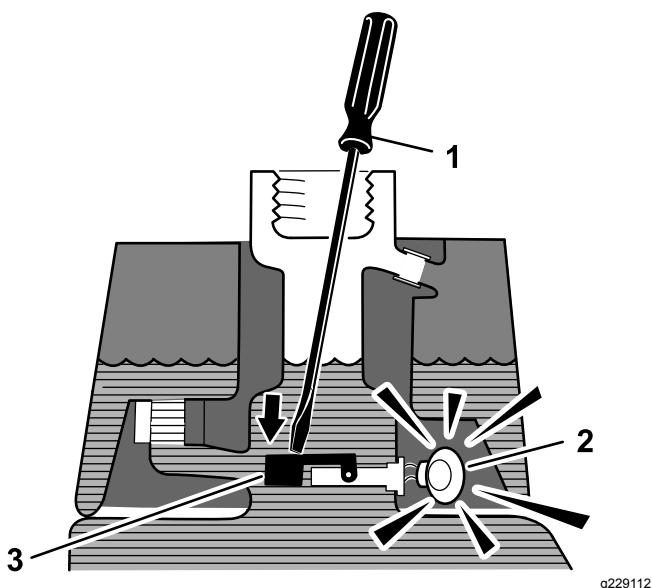

Figure 46
3. Introduisez une tige ou un tournevis propre dans le goulot du réservoir et enfoncez doucement le contacteur à flotteur (Figure 46) ; l'alarme devrait se déclencher au bout d'une seconde.